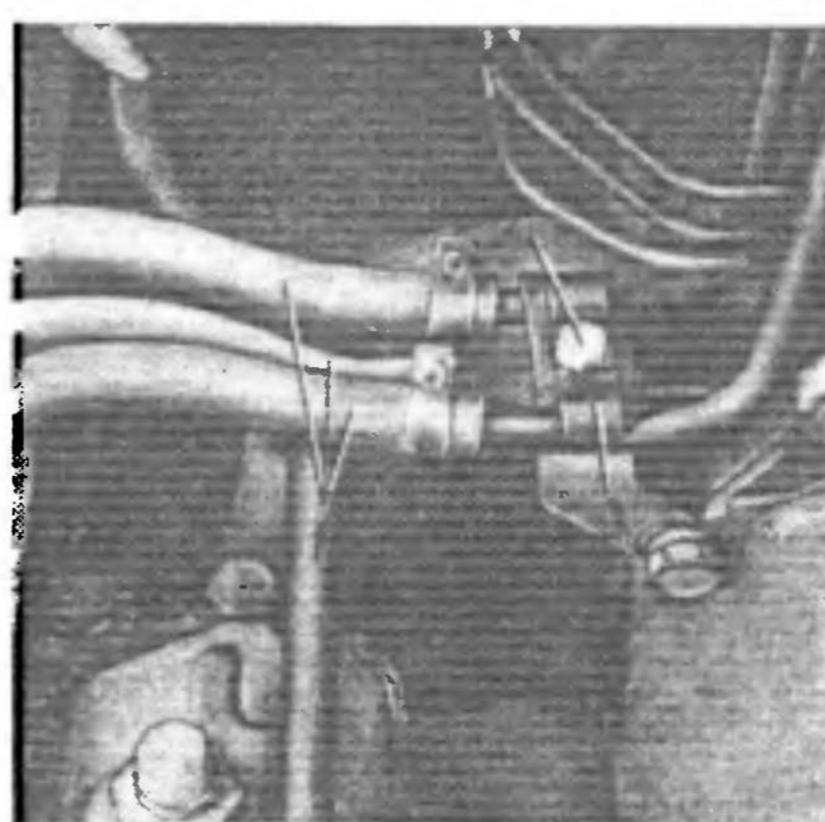

Рис. 1. Крепление топливопроводов:
7. Ослабьте затяжку хомутов и отсоедините питающие и дренажные топливопроводы в соединении со шлангами 1 (рис. 1), выверните болт 2 крепления скобы, снимите скобу 3	Ключ 13 мм, отвертка